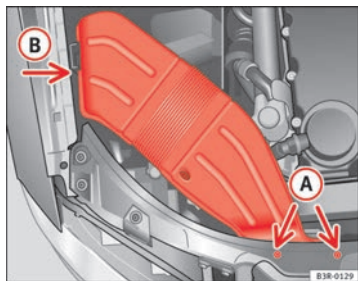

Fig. 202 Convogliatore dell'aria sul lato destro della vettura
- Svitare le viti (A) ⇒ fig. 202.
- Sganciare il convogliatore dell'aria dalla guida (B) ed estrarlo. ■